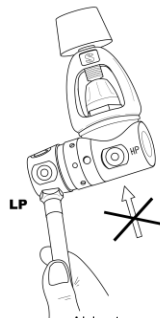

Abb. 1
Schließen Sie den Niederdruckschlauch (ND) des Powerinflatorventils oder des A.I.R 2 an einen freien ND-Anschluss der ersten Stufe, **der dasselbe Gewinde aufweisen muss** (Abb. 1).